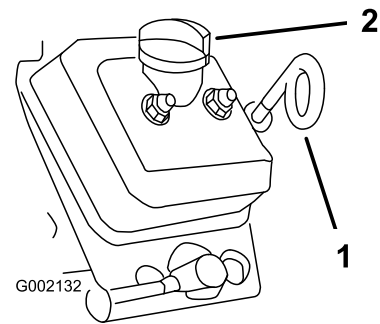

Bild 33
3. Reinigen Sie den Bereich um den Ölpeilstab und Fülldeckel (Bild 33), damit kein Schmutz in Peilstabrohr oder Füllstutzen gelangen und den Motor beschädigen kann.
4. Nehmen Sie den Peilstab heraus und wischen Sie ihn ab (Bild 33).
5. Stecken Sie den Peilstab in das Peilstabrohr und stellen Sie sicher, dass er vollständig eingeführt ist (Bild 33).
8. Setzen Sie den Fülldeckel auf (Bild 33).
9. Stecken Sie den Ölpeilstab vollständig ein (Bild 33).